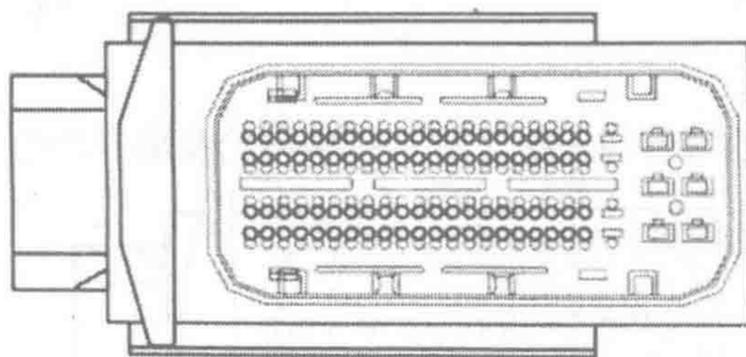

图 1-1-11 发动机控制模块 (ECM) K 连接器端子图
2. 发动机控制模块 (ECM) K 连接器端子图 (图 1-1-11) 及端子功能表 (表 1-1-2)